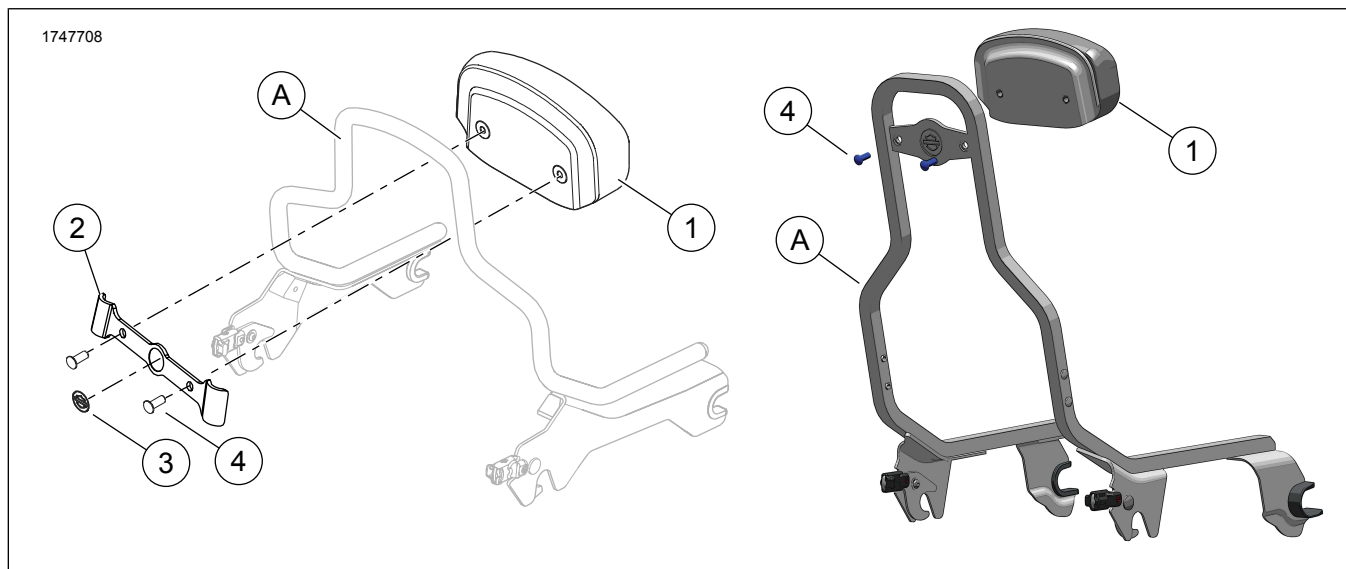

图1。套件内容：紧凑型靠背垫套件
1. 参见图1。将靠背垫(1)放置好，以使底座的轮廓与OE倒U形直靠背(A)的顶部对齐。
3. 参见图1。将安装架抵住垫放置，使OE倒U形直靠背(A)处于垫(1)与支架(2)之间。
1. 参见图1。在安装支架(2)之前，请使用异丙醇和水溶液的50:50混合物彻底清洁OE倒U形直靠背(A)的表面。待其完全晾干。在室温条件下安装。
1. 参见图1。必要时可将靠背垫(1)上的预制螺丝孔周围的塑料防雨密封切除，以防其卷入螺纹。
- 参见图1。在安装支架(2)之前，请使用异丙醇和水溶液的50:50混合物彻底清洁OE倒U形直靠背(A)的表面。待其完全晾干。在室温条件下安装。10-32 ° C (50-90 ° F)
4. 参见图1。将安装架(2)抵住垫(1)放置，使OE倒U形直靠背(A)处于垫与支架之间。
6. 参见图1。插入螺丝(4)。拧紧。
1. 参见图1。将垫(1)对准支架(2)。